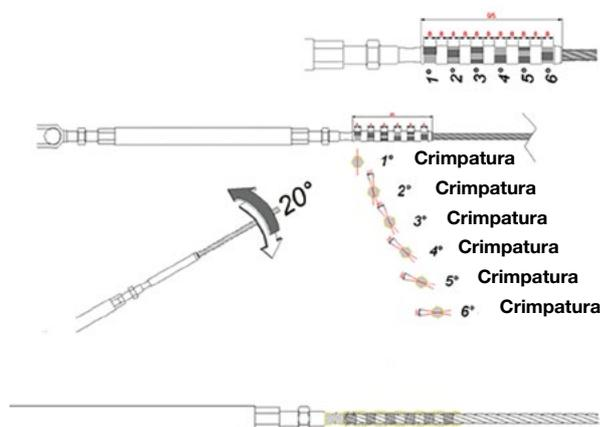

Figura 5.1 - Crimpatura
- c) Eseguire le successive crimpature ad una distanza di circa 8 mm dalla precedente ruotando la crimpatrice di circa 20° ogni volta (vedi **Figura 5.1**). Tale operazione è obbligatoria a livello estetico per evitare una forma della canala non lineare e non in asse.